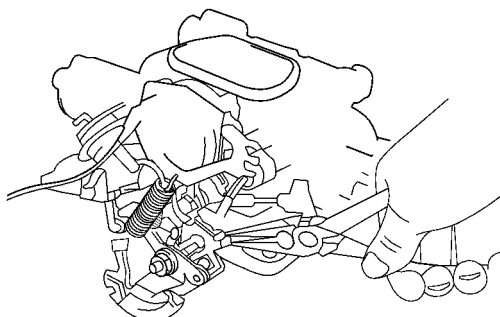

图 2-13 弯曲主腔节气门止动杆调整全开角度
2) 弯曲主腔节气门的止动杆调整其全开角度，如图 2-13 所示。